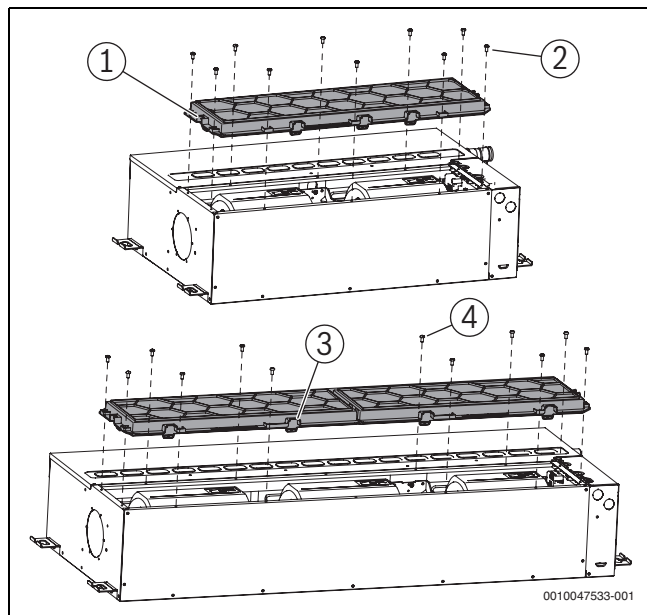

Bild 9 Einbau des Basisfilters auf der Unterseite
- Filter auf der entsprechenden Seite einbauen (siehe Abb. 9 und 10 für den Einbau des Basisfilters).